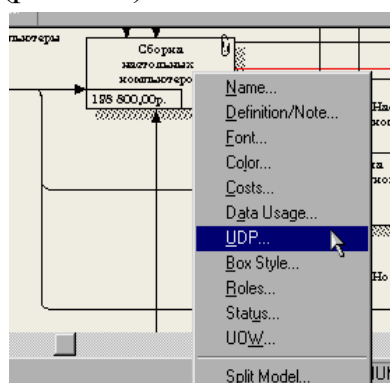
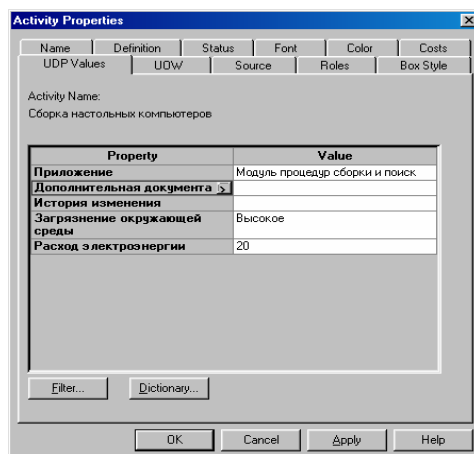

Рис. 148. Выбор в контекстном меню **UDP** для работы
Рис. 149. Вкладка **UDP Values** диалогового окна **Activity Properties**
4. Для назначения **UDP** работе следует щелкнуть по ней правой кнопкой мыши и выбрать в контекстном меню **UDP** (рис. 148). Появится вкладка **UDP Values** диалога **Activity Properties** (рис. 149).